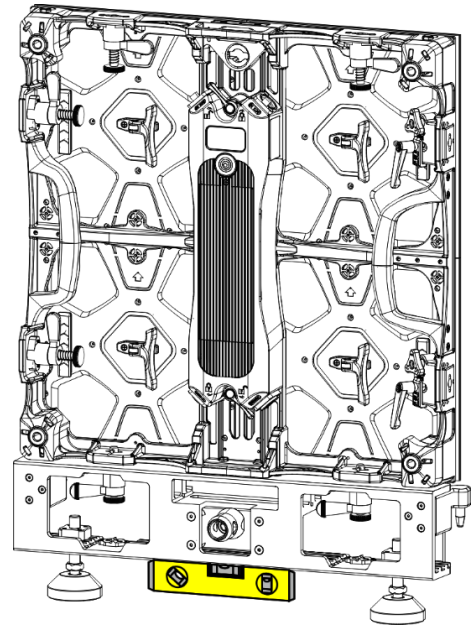
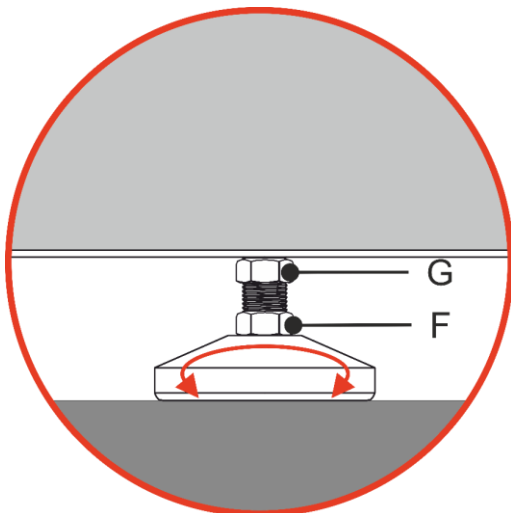

Fig. 47
Fig. 48
08) Asegúrese de que la pantalla LED está nivelada como se indica en la Fig. 47. Para nivelar su instalación véase la sección **4.8. Ajuste de la altura**, Fig. 48 y 49 de la página 22.
- 01) Gire el tornillo F de las **patas ajustables (02)** en sentido horario o antihorario para adaptar la longitud de las patas como se muestra en la Fig. 48.